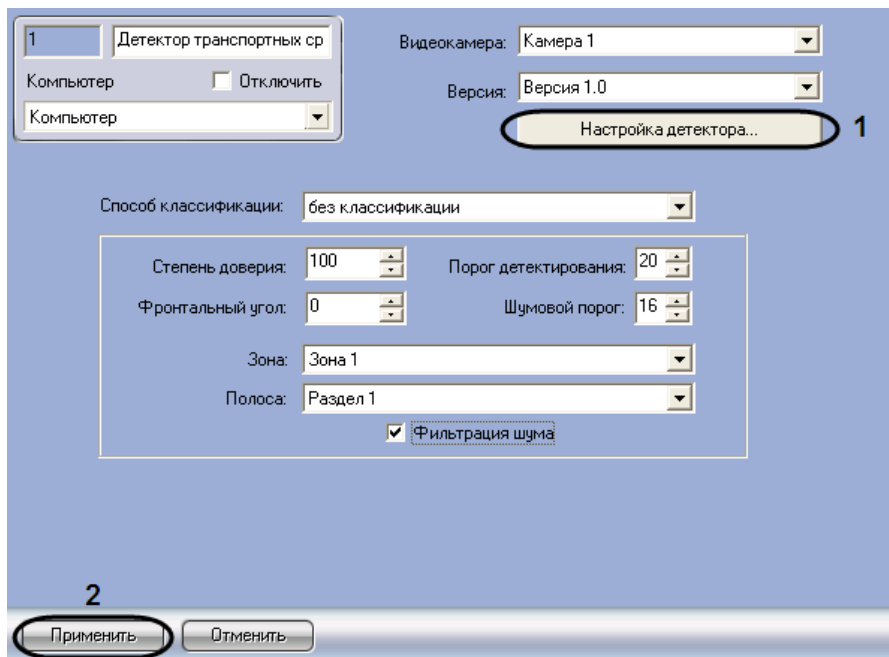

Рис. 7.6—3. Настройка зоны детектирования
1. Перейти на панель настройки объекта «Детектор транспортных средств» (см. Рис. 7.6—3)
2. Для настройки расположения зоны детектирования нажать кнопку «Настройка детектора» (см. Рис. 7.6—3, 1)